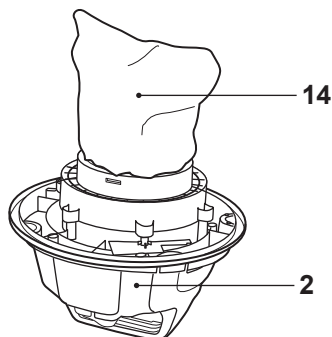

Fig. 17
Monte siempre el filtro de polvo (14) en la unidad del motor (2) si va a aspirar en seco (Fig. 17). Si utiliza el producto sin el filtro de producto (14) puede dañar la unidad del motor.
- > Revise el filtro (14) periódicamente. Sustitúyalo por uno nuevo, si fuera necesario.
- > Lave el filtro (14) con frecuencia con agua limpia, y deje que seque al aire. No espere a que el filtro esté totalmente sucio. Le recomendamos que revise el filtro cuando el producto no tenga una potencia de succión suficiente.